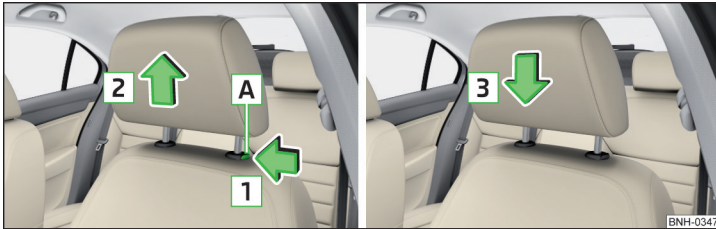

Abb. 60 Kopfstützen vorn: ausbauen/einbauen
- Die Sicherungstaste **A** in Pfeilrichtung **1** drücken und die Stütze in Pfeilrichtung **2** herausziehen » Abb. 60.